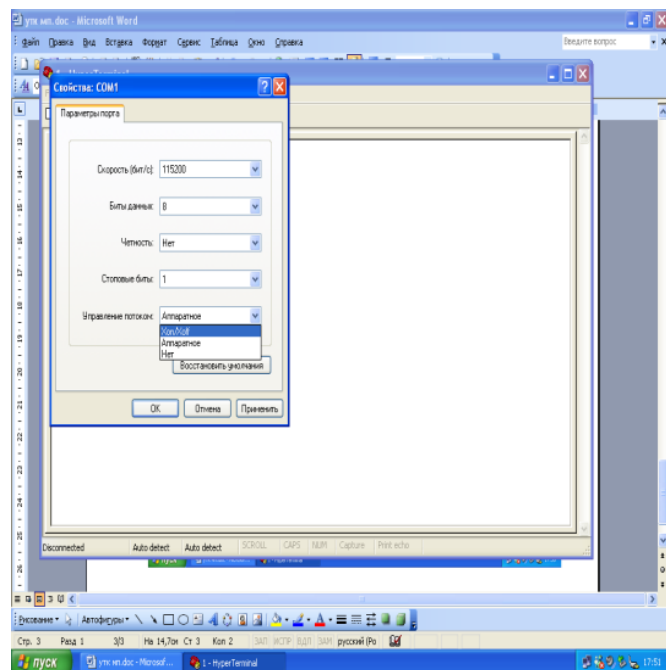

Рис. 7
4. В окне управление потоками, выбрать *Xon/Xoff*, нажать «ОК» (рис. 7).